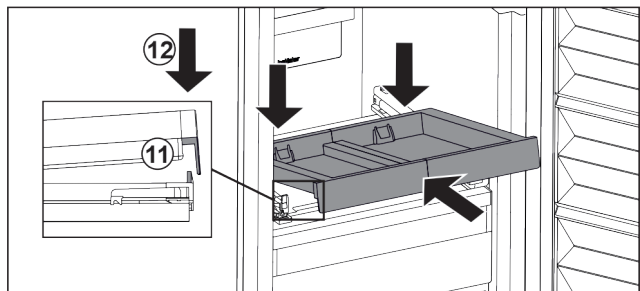

Fig. 29
- ▶ L'insérer en l'inclinant. Veiller à ce que, des deux côtés, la butée soit derrière la languette. Fig. 29 (11)
- ▶ Déposer le compartiment coulissant par l'avant. Fig. 29 (12)